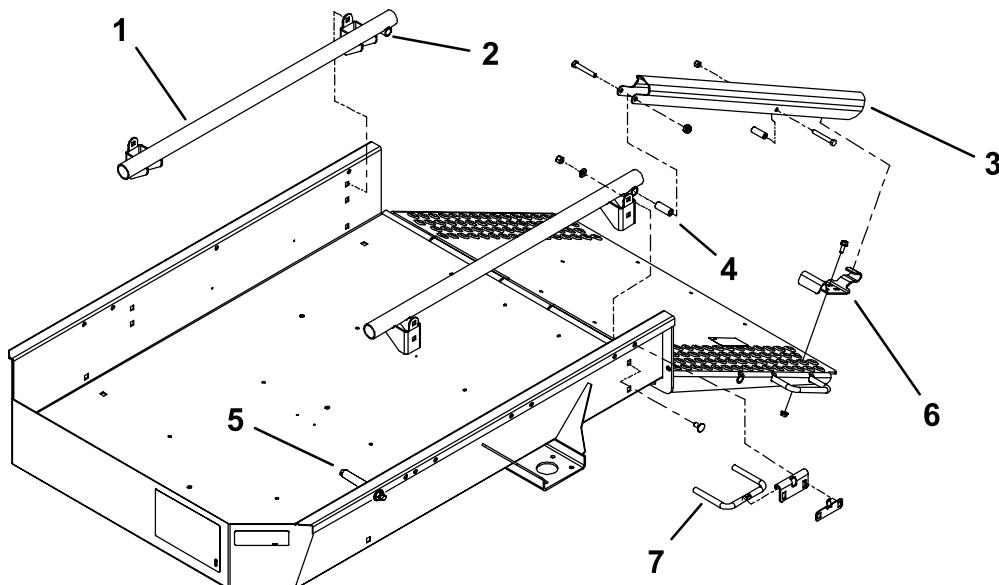
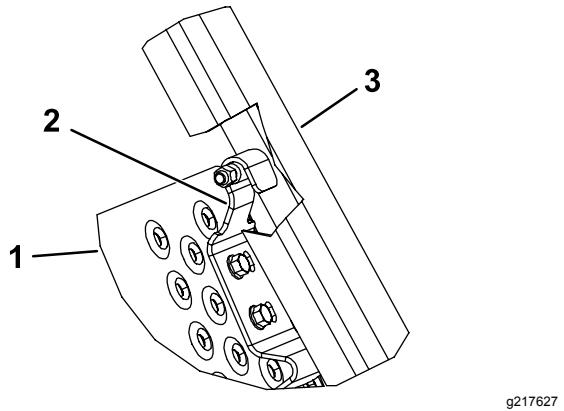

Figura 1
Figura 3
2. Retire o parafuso ($\frac{3}{8} \times 2\frac{1}{2}$ pol.), espaçador, anilha e porca de bloqueio que prendem a rampa de carga à traseira de cada conjunto do tubo (Figura 1)
3. Retire os parafusos de cabeça flangeada ($5/16 \times \frac{3}{4}$ pol.) e porcas flangeadas que prendem cada suporte de bloqueio à rampa (Figura 1)
4. Remova o parafuso e porca que prende o batente do reboque a cada lado do reboque (Figura 1).
5. Remova os 4 parafusos de carroçaria, anilhas de cabeça chata e porcas de bloqueio que prendem os suportes de montagem do conjunto do tubo a cada lado do reboque (Figura 1).
6. Remova as barras das rodas e suportes de cada lado do reboque (Figura 1).
11. Monte sem apertar cada suporte de bloqueio na rampa com parafusos de cabeça flangeada (5/16-18 x $\frac{3}{4}$ pol.) e porcas flangeadas (Figura 1 e Figura 3).
12. Elevação e bloqueio da rampa. Ajuste os suportes de bloqueio de forma a que engatem nos pinos e aperte os parafusos e porcas (Figura 1 e Figura 3).
13. Monte as novas barras das rodas mais compridas nos conjuntos de furos de montagem frontais e traseiros em cada lado do reboque, utilizando os suportes e fixadores previamente removidos (Figura 1 e Figura 2).